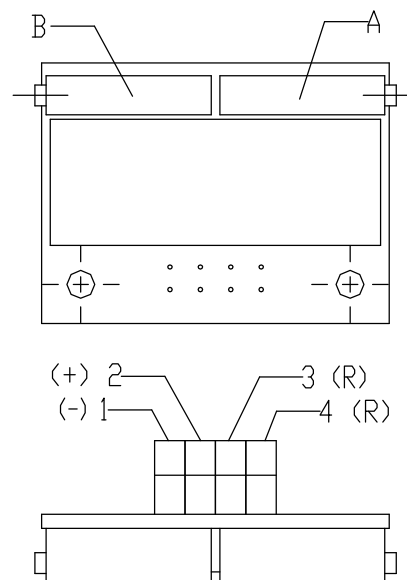

Рис.6
4.4.1 EPV - 2-проводниковое включение (рис.6)
- Установите датчик сопротивления на основании инструкции в предыдущей главе так, что величину сопротивления измеряйте на клеммах R-R (рис.6). *(употреблен датчик с сопротивлением 100Ω)*.
- Поворачиванием устанавливающего триммера А (рис.6) установите величину выходного сигнала тока, измеряемого на клеммах 81-82, на величину 4 мА.
- Поворачиванием устанавливающего триммера В (рис.6) установите величину выходного сигнала тока, измеряемого на клеммах 81-82, на величину 20 мА.